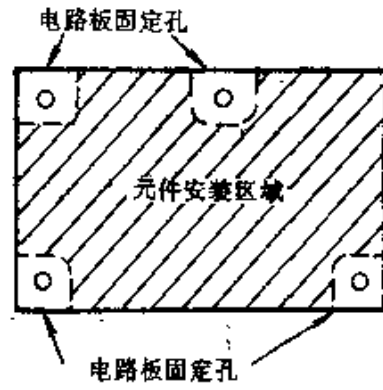

图 3-13
⑥ 设计时,应同时考虑印制电路板的安装固定问题。在考虑元器件布局时,应注意预留出安装固定电路板的螺钉孔,如图 3-13 所示。